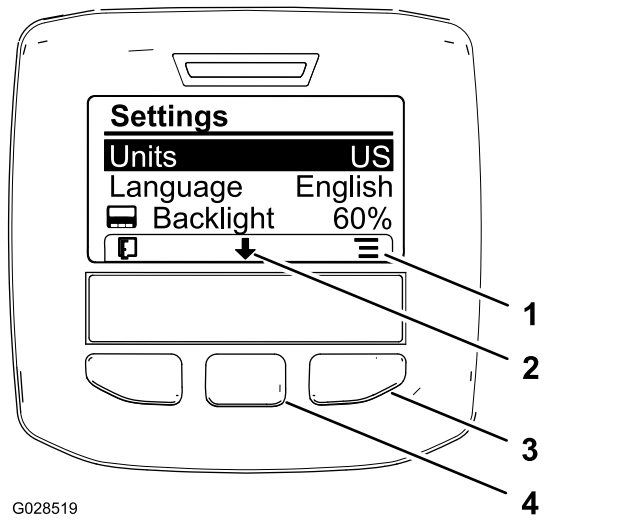

図 62
2. 単位系を変更するには、右ボタンを押す。すると選択可能な単位系が表示される 図 62。
3. 表示に使用する言語を変更するには、中央ボタン画面上で下向きの矢印で示されているボタンを押し、画面を下にスクロールして Language という選択肢を出す 図 62。
4. 右ボタン画面上でアイコンで「選択」が示されているボタンを押すと現在選択中の言語が画面にハイライトされて表示される 図 62。
6. 左ボタンを押すとホーム画面に戻る 図 62。